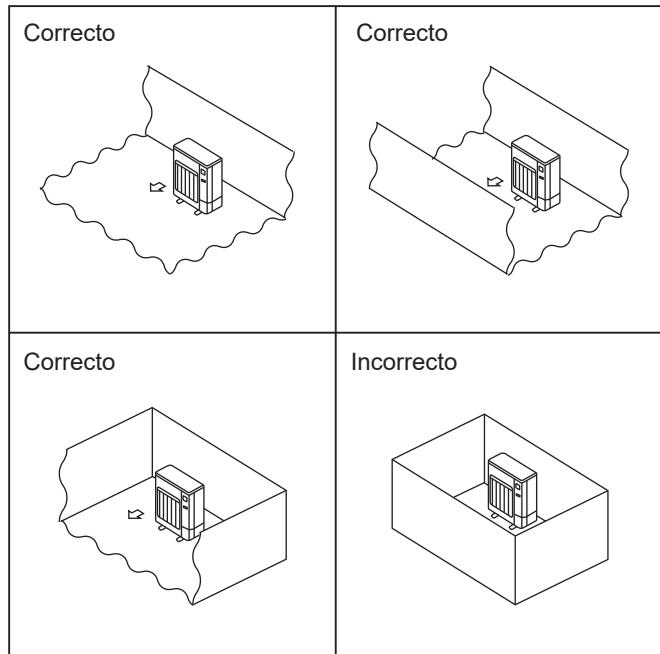

Fig. 2-1
- ◎ Instale las unidades exteriores en un lugar donde al menos uno de los cuatro lados esté abierto, y en un espacio lo suficientemente grande y no elevado. (Fig. 2-1)